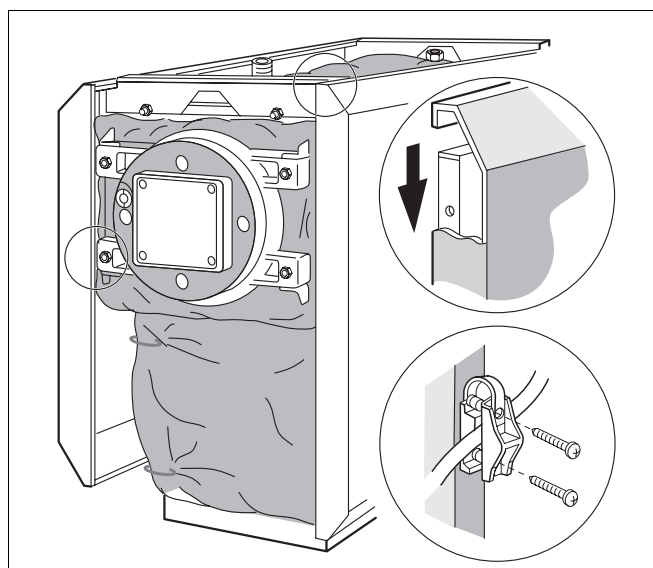

Fig. 10 Montering af sidevægge og brænderkabel
- Løft sidevæggene, og hæng dem på sidetraverserne med afkantningen (fig. 10).
- Pres enderne af isoleringsmåtterne ind bag sidevægsafkantningen (fig. 10).
- Isæt trækafastning til brænderkablet med de to stifter i de runde huller i den venstre eller højre sidevægsafkantning (fig. 10).
- Afkort brænderkablet til den passende længde, læg det i trækafastningen, lås lasken, og fastgør trækafastningen med 2 pladeskruer (fig. 10).